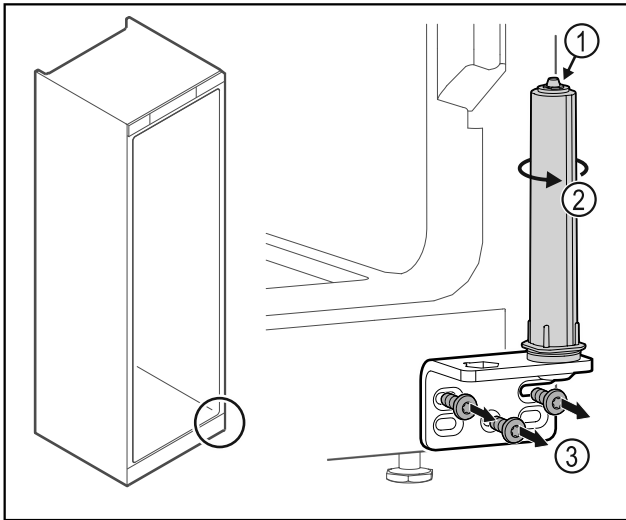

Fig. 14
- Türschließsystem nicht zerlegen Fig. 14 (1).
- Schließsystem Fig. 14 (2) drehen, bis es klickt.
- Scharnierwinkel Fig. 14 (3) abschrauben.